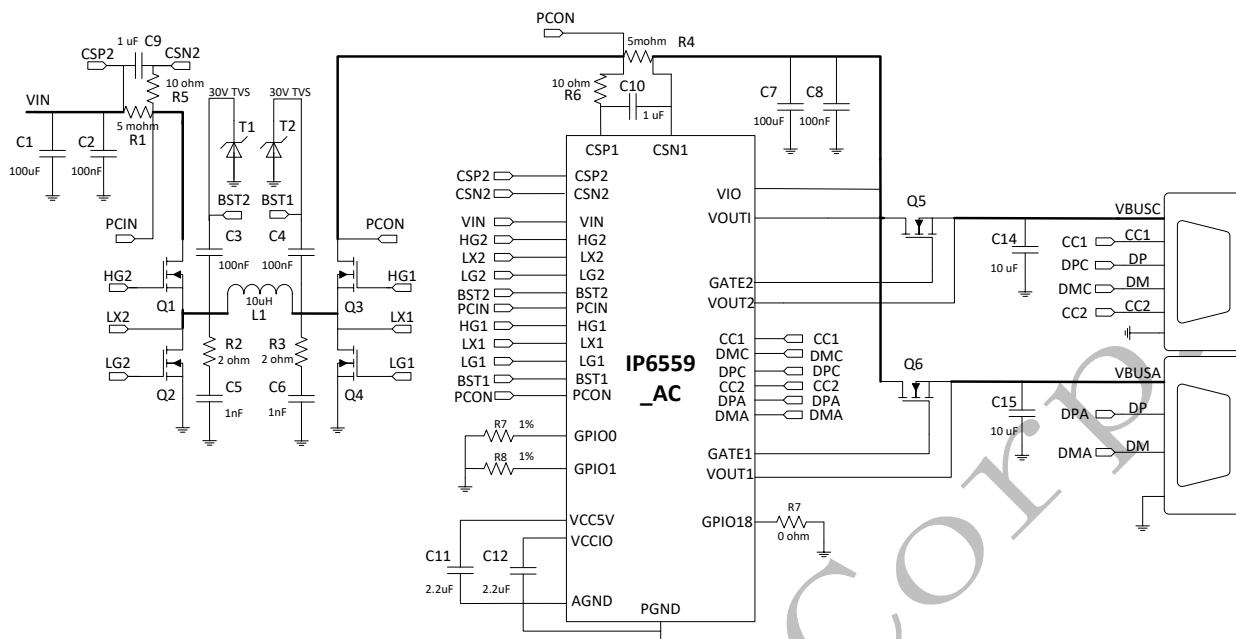

图 10 IP6559 USB-A 和 USB-C 双口输出的典型应用原理图
2. 图 10 中, 调节 GPIO0 的接地电阻 R7 可以改变 IP6559_AC 的 C 口 PDO, 调节 GPIO1 的接地电阻 R8 可以改变 IP6559_AC 的 A 口输出功率;